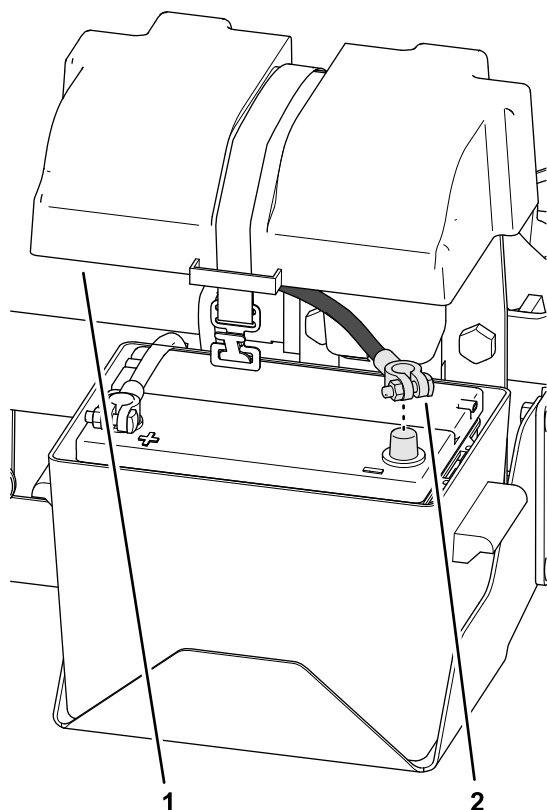

図 138
1. バッテリーのマイナスケーブルをバッテリー端子に取り付けます (図 138)。
2. 電池ボックスにカバーを取り付け、ストラップでカバーを固定します (図 138)。